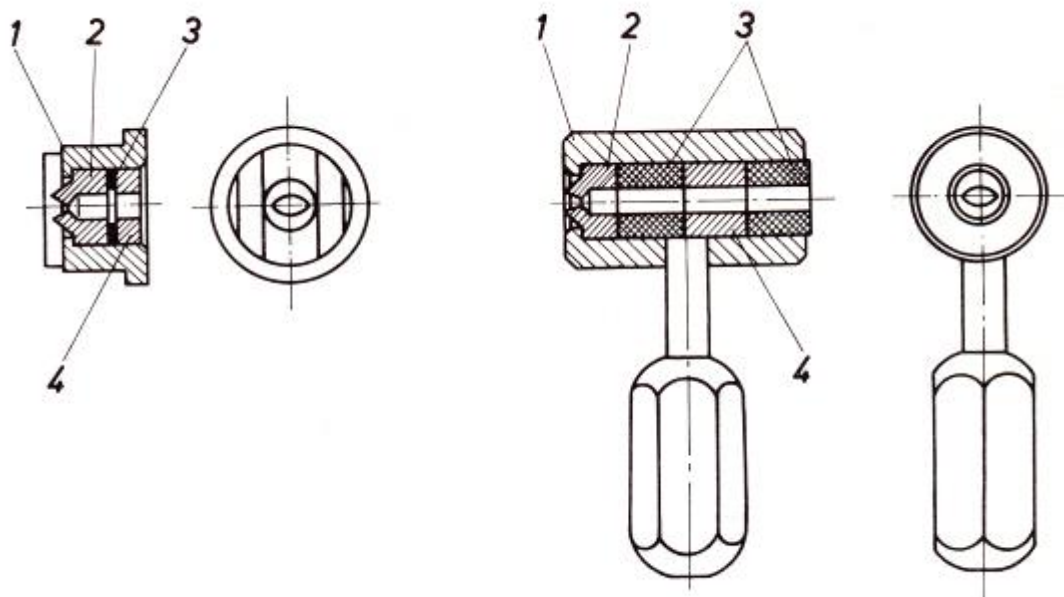

Рис. 16. Сопло: слева — стандартное (12.21.0000.00), справа — быстроменяемое (0.999.301).
5.8. Сопло стандартное (рис. 16). Состоит из собственно сопла, выполненного из износостойкого материала, установленного в цилиндрической оправке с буртиком, уплотнения и кольца.
5.9. Сопло быстроменяемое (рис. 16.) в отличие от стандартного сопла имеет удлиненную цилиндрическую оправку с рукояткой. Быстроменяемое сопло устанавливается в специальное приспособление (см. п 5.11).